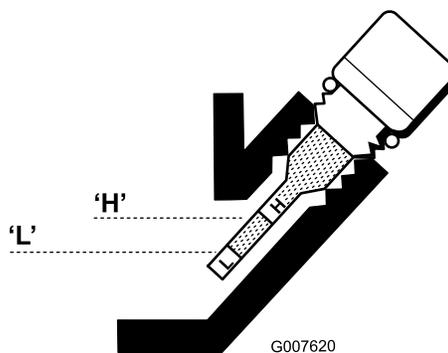

図 35
4. ゲージをウェスできれいに拭き、もう一度差し込む。ゲージはねじ込まずに差し込む。ディップスティックをもう一度抜きとって、オイルの量を点検する。量が不足している場合には、ゲージの読みが H と L の間になるまで、必要量だけオイルを補給する(図 35)。油量を確認する。入れすぎないこと。